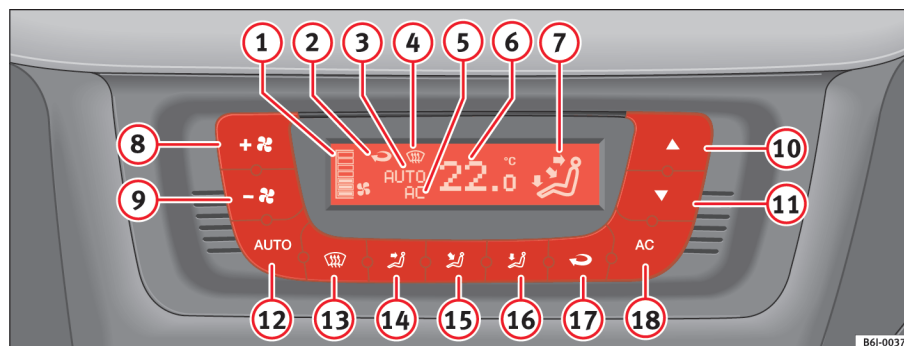

Fig. 90 Sur le tableau de bord : éléments de commande du Climatronic
- Tournez le régulateur de température ⇒ page 133, fig. 90 ⑩ pour régler la température souhaitée.
- ① Indicateur de position du ventilateur.
- ② Indicateur de la fonction de recyclage de l'air
- ③ Position **AUTO** (Fonctionnement automatique)
- ④ Position de désembuage
- ⑤ Position AC (Climatisation connectée)
- ⑥ Indicateur de la température intérieure sélectionnée
- ⑦ Indicateur de la direction du flux d'air
- ⑧ Augmentation de la vitesse du ventilateur
- ⑨ Diminution de la vitesse du ventilateur
- Appuyez sur la touche **AUTO**. L'afficheur indique ⇒ page 133, fig. 90 ⑦.
- Appuyez sur l'une des touches ⇒ page 133, fig. 90 **(14)** à **(16)** ou appuyez sur le régulateur du ventilateur **(8)** et **(9)**. L'indication **(3)** s'éteint.
Le ventilateur peut être réglé à l'aide des touches **(8)** et **(9)** ⇒ page 133, fig. 90. Si le ventilateur est éteint (l'écran n'affiche aucune position **(1)**) et vous continuez à appuyer sur la touche **(9)**, le Climatronic s'éteint. Dans un tel cas **OFF** apparaîtra à l'écran.
- Appuyez sur la touche  pour activer ou désactiver le mode recyclage de l'air ambiant. Il est connecté si le symbole  ⇒ page 133, fig. 90 s'affiche à l'écran.